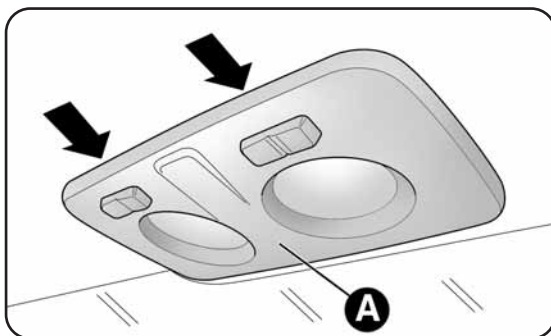
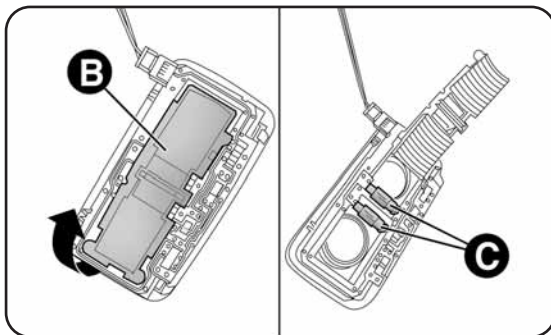

fig. 26
fig. 27
- agire nei punti indicati dalle frecce e rimuovere la plafoniera A-fig. 26;
- aprire lo sportellino di protezione B-fig. 27;
- richiudere lo sportellino B-fig. 27 e fissare la plafoniera A-fig. 26 nel proprio alloggiamento accertandosi dell'avvenuto bloccaggio.
AVVERTENZA In alcune versioni, la plafoniera in fig. 26 risulta essere in posizione posteriore (presenza di tetto apribile elettrico). Per la sostituzione delle relative lampade fare quindi riferimento alla procedura descritta nel paragrafo “Plafoniera anteriore” in questo capitolo.